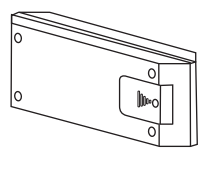

Рисунок 4
4. Закройте крышку батарейного отсека и закрутите ее винтом (рисунок 4).